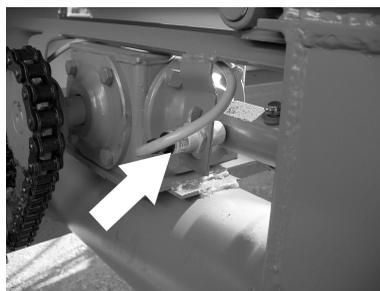

Рисунок 2.9. Датчик дозатора
**Датчик дозатора** (рис. 2.9) устанавливается вблизи вала дозатора. Управляющим элементом для включения датчика дозатора служит муфта, соединяющая валы дозатора и редуктора. На муфте выполнена лыска, благодаря которой при вращении вала происходит периодическое выключение датчика. Вал дозатора вращается с низкой частотой, и индикатор датчика мигает в соответствии с прохождением управляющего элемента активной зоны. Выходной сигнал датчика подается в тахометр для контроля вращения вала дозатора и подсчета засеянной площади.